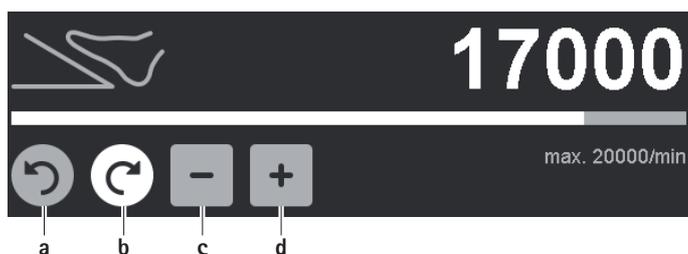

Fig. 6 Ændring af maksimumsgrænse for omdrejningstal/omdrejningsretning
- ▶ Ændring af omdrejningsretning: Aktivér den inaktive, grå tast for omdrejningsretning/venstreløb **a/b**, se Fig. 6. Omdrejningsretningen ændres fra højreløb til venstreløb og omvendt.